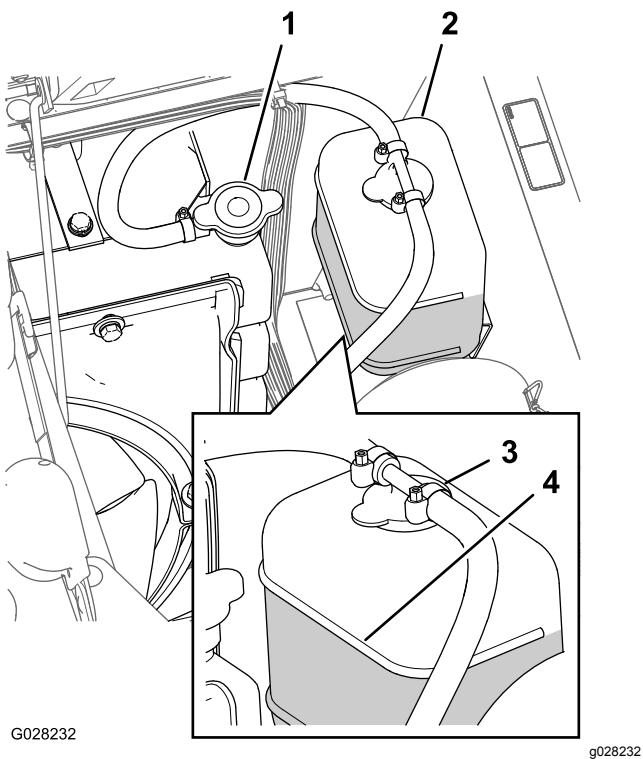

Figura 82
3. Retire cuidadosamente el tapón del radiador y el tapón del depósito de expansión (Figura 82).
Nota: El radiador debe llenarse hasta la parte superior del cuello de llenado, y el depósito de expansión debe llenarse hasta la marca Lleno del depósito (Figura 82).
- 5. Si el nivel de refrigerante es bajo, retire el tapón del depósito de expansión y el tapón del radiador, y llene el depósito de expansión hasta la marca Lleno Figura 82 y el radiador hasta la parte superior del cuello de llenado ().
- 6. Instale el tapón del radiador y el tapón del depósito de expansión (Figura 82).
2. Cuando el motor se haya enfriado, retire el tapón del radiador (Figura 82).
- 6. Retire el tapón del radiador (Figura 82).
- 8. Arranque el motor con el tapón del radiador aflojado (Figura 82).
- 10. Una vez que el refrigerante se ha calentado, añada más refrigerante hasta que el nivel llegue a la superficie sellante del tapón, y apriete el tapón (Figura 82).
11. Abra el tapón del depósito de expansión y llene el depósito con refrigerante hasta el nivel de "Frío" (Figura 82).